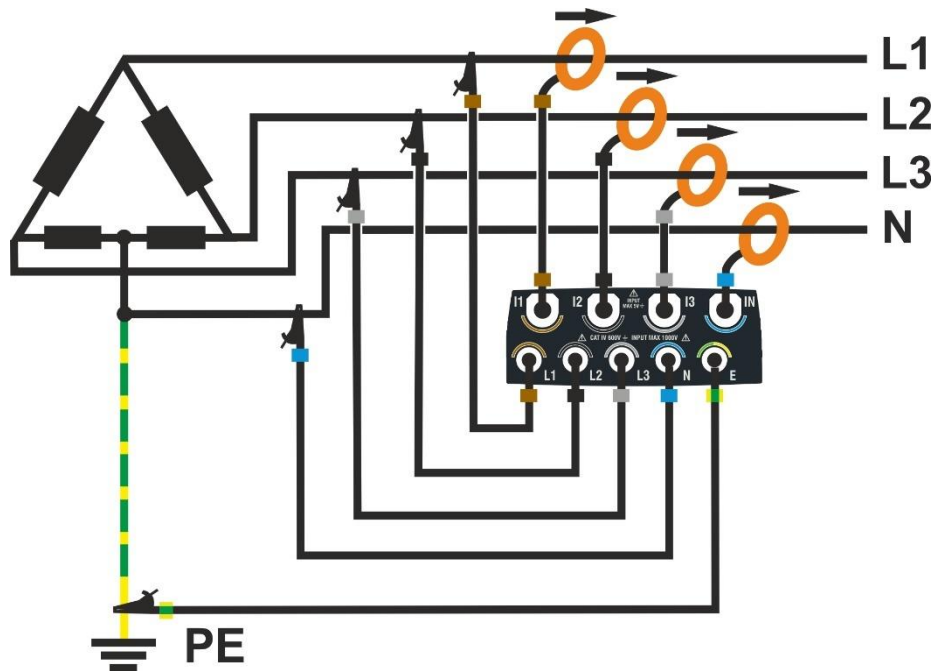

Abb. 68: Anschluss des Instrumentes in einem dreiphasigen 4-Leiter-System 3Ph HL
2. Verbinden Sie die Spannungskabel an den Leitern L1, L2, L3, N und PE wie in gezeigt Abb. 68. **Überprüfen Sie auf dem Display die Anzeige „1-2-3“ in Bezug auf die korrekte zyklische Richtung der Phasen** (siehe § 5.1.1)